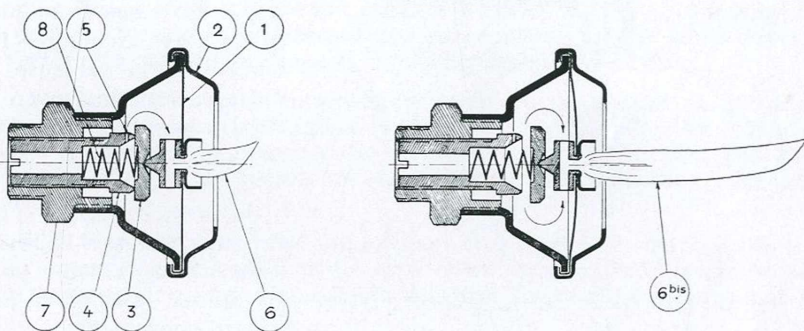

Fig. 4
2° LA VEILLEUSE DE SECURITE TYPE 605 (fig. 4)
Lorsque la veilleuse s'est échauffée (voir fig. 4), la pression du gaz diminue dans le circuit précédent et dans la chambre (18), si le thermostat est ouvert. La membrane recevant une pression plus élevée par le dessous, se soulève, entraînant le clapet (12), et le gaz passe au brûleur.